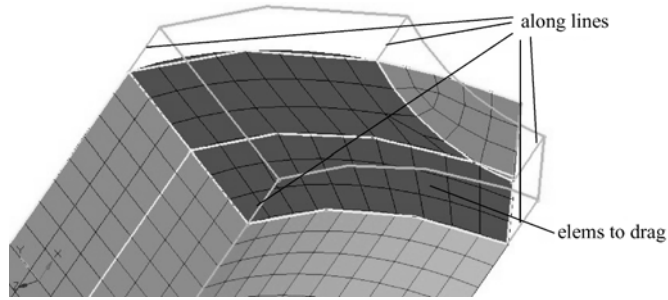

图 5-88 选择曲线
- (5) 进入 3D>solid map 面板。
- (6) 选择 line drag 子面板。
- (7) 激活 elem to drag: 单元选择器, 选择如图 5-88 所示 2D 网格。
- (8) 激活 along geom.: 曲线对象选择器, 选择如图 5-88 所示曲线。
- (9) 将 along parameters: 切换为 elem size 模式, 输入 0.5。
- (10) 单击 mesh 按钮。
- (11) 单击 return 按钮。